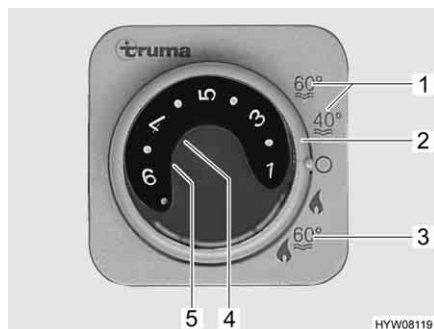

Fig. 118 Centralina di controllo per riscaldamento/boiler
Il boiler è integrato nel riscaldamento e funziona a gas. Il boiler si accende dalla centralina di controllo (Fig. 118) con l'interruttore girevole (Fig. 118,2).
Durante il funzionamento invernale "Riscaldamento e boiler" (Fig. 118,3), accendendo il riscaldamento è riscaldata automaticamente anche l'acqua nel boiler. Quando il riscaldamento si spegne al raggiungimento della temperatura ambiente desiderata, il boiler continua a riscaldare l'acqua, fino a quando questa raggiunge la temperatura impostata.
Durante il funzionamento estivo (Fig. 118,1) l'acqua è riscaldata soltanto nel boiler fino a 40 °C o 60 °C. L'acqua si riscalda a 60 °C in ca. 25 minuti. La spia gialla di controllo (Fig. 118,5) si accende durante la fase di riscaldamento del boiler.
L'alimentazione di tensione per il boiler non può essere interrotta interrompendo l'alimentazione a 12 V sul pannello di controllo. A seconda del modello, in caso di guasto si accende la spia rossa di controllo (Fig. 118,4) sulla centralina di controllo (vedi capitolo 14).
- Sulla centralina di controllo (Fig. 118) posizionare l'interruttore girevole (Fig. 118,2) su "Funzionamento estivo" (Fig. 118,1).
La spia gialla di controllo (Fig. 118,5) si accende durante la fase di riscaldamento. Al raggiungimento della temperatura dell'acqua desiderata, la fase di riscaldamento termina e la spia gialla di controllo si spegne.
- Sulla centralina di controllo (Fig. 118) posizionare l'interruttore girevole (Fig. 118,2) su "O".